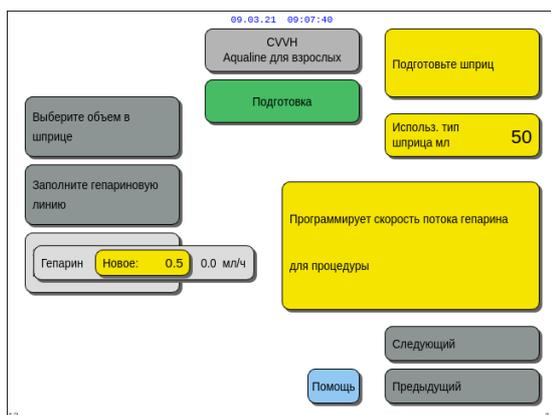

Рис. 68
2. Отрегулируйте скорость потока гепарина, вращая кнопку *главного селектора*  влево или вправо по мере необходимости (рис. 68).